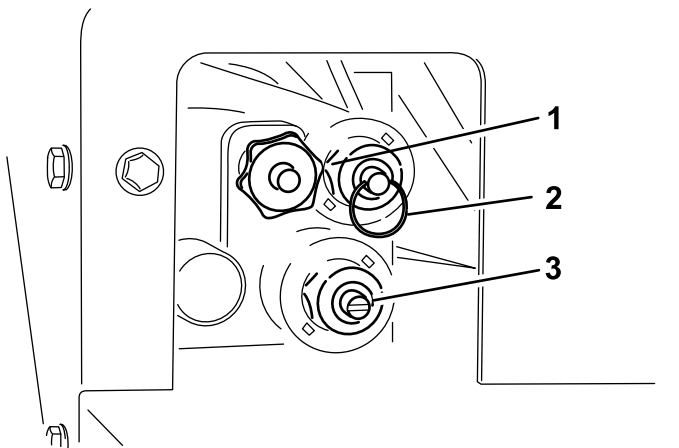

Figura 25
El mando de control manual está en el lado del conductor del sistema hidráulico (Figura 25).
- Para elevar la tolva (Figura 25), presione el anillo del husillo de la válvula.
- Para bajar la tolva (Figura 25), tire del anillo del husillo de la válvula.
- Para ajustar la velocidad del rotor (Figura 25), utilice un destornillador de punta plana, girando en el sentido de las agujas del reloj para aumentar la velocidad o en el sentido contrario de las agujas del reloj para reducirla.
- Para ajustar la velocidad del Suelo (Figura 25), gire el pomo en el sentido de las agujas del reloj. Se utiliza la máxima velocidad del Suelo en el sistema operativo codificado por colores, de manera que este ajuste puede realizarse sin tener ningún caudal hidráulico. Esto es de especial importancia cuando la tolva está llena de arena.